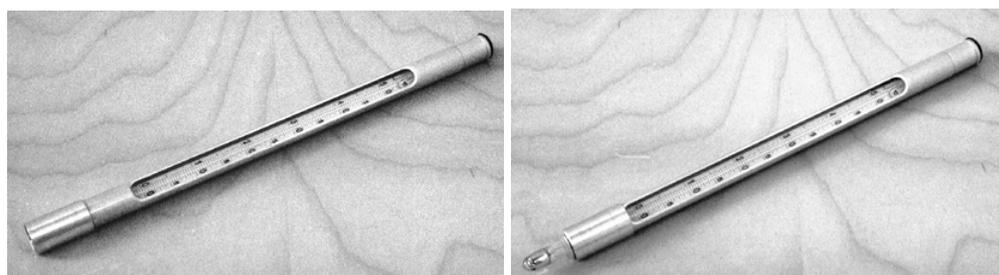

Abb. 3.2 Die Hülse schützt den Teil, der Kapillarflüssigkeit enthält (links) oder fungiert als Adapter (rechts)
Die Hülse am Ende der Schutzröhre des Thermometers kann in zwei verschiedenen Positionen verwendet werden. Das Thermometer wird so geliefert, dass sich die Hülse in der Position befindet, in der sie den Teil, der Kapillarflüssigkeit enthält, schützt. Wenn die Hülse anders herum gedreht wird, fungiert sie als Adapter, wenn das Thermometer in die 13,5 mm große Öffnung gesteckt wird (Abb. 3.2 - Abb. 3.3).
- Bei Verwendung von Lithiumchlorid ist der Gebrauch des Thermometers nicht notwendig, da sich der Anzeigewert der Feuchte im Temperaturbereich von +25...+30 °C nur sehr geringfügig verändert. Wenn Sie das Thermometer benutzen, muss die Hülse in der richtigen Position sein (Abb. 3.2) und es muss in die 13,5 mm große Öffnung des LiCl-Salzgefäßes gesteckt werden. ACHTUNG: bewegen Sie das Thermometer so wenig wie möglich und berühren Sie es nicht am